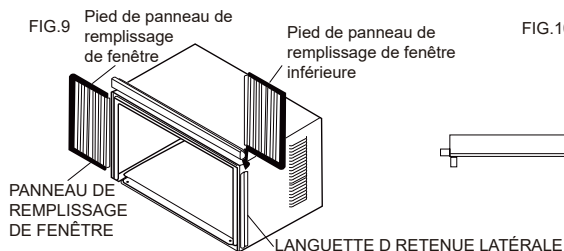
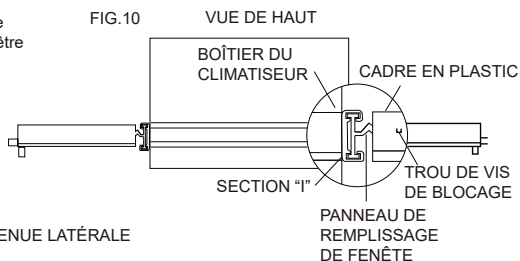

FIG.9
FIG.10
2. Glissez la section "I" à l'extrémité du panneau de remplissage² de fenêtre dans la languette latérale sur chaque côté du boîtier (voir FIG. 9 et FIG.10).